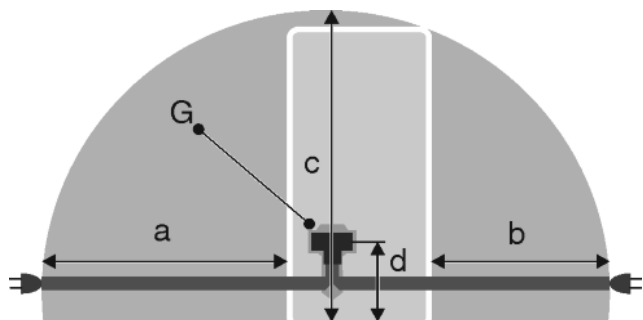

Fig. 22
- Gniazdo znajduje się poza tylną częścią urządzenia w podanym obszarze *Fig. 22 (a, b, c)*.
- Wtyczkę urządzenia *Fig. 22 (G)* podłączyć z tyłu urządzenia. Zwrócić uwagę na prawidłowe zażebienie.